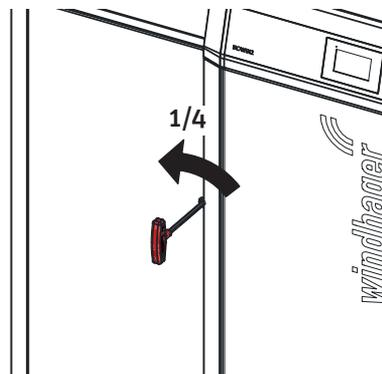

Fig. 31 Verkleidungstür mittels Innensechskantschlüssel öffnen
- ▶ Verkleidungstüre links öffnen; dazu mittels Steckschlüssel eine 1/4 Umdrehung nach links drehen um die Verkleidungstür zu entriegeln – Fig. 31 – siehe auch Pkt. 8 auf Seite 11.